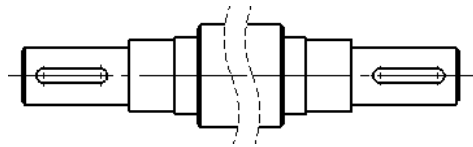

图 9.4.36 “曲线切断” 折断样式
- **曲线** 选项：折断线为曲线，如图 9.4.36 所示。